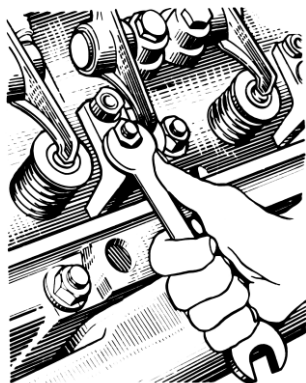
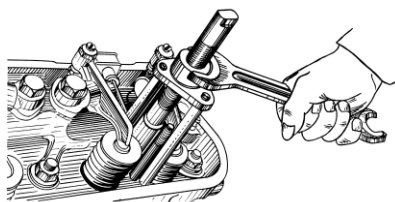

Рис. 89. Отвертывание гайки скобы крепления форсунки
Рис. 90. Снятие форсунки
4. Отвернуть гайки скоб крепления форсунок (рис. 89), снять форсунки (рис. 90), предохраняя распылитель от ударов и засорения отверстий.